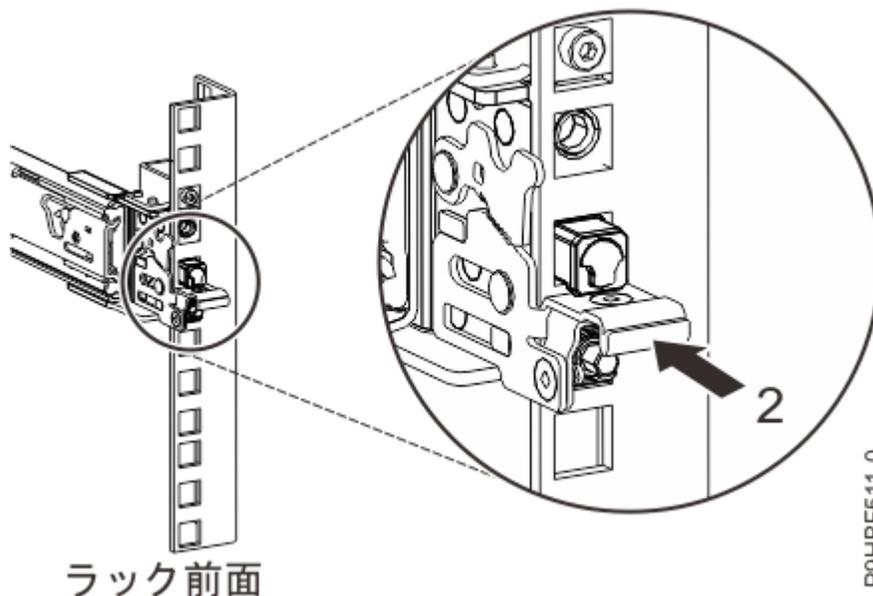

図 4. ラックの前面レールに取り付けられているラッチ
4. スライド・レールを前方に引きながら、3つのピンがラックの穴から突出していることを確認した後に前面ラッチ (2) を最後まで押し込みます。5 ページの図 4 を参照してください。